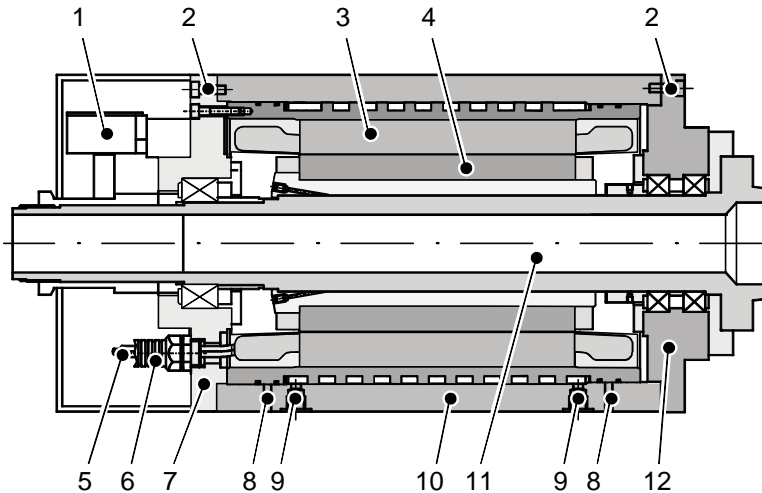

Fig. 21 Complete motor spindle
4. Complete the motor spindle (Fig. 21) as per the project.
4. Komplettieren der Motorspindel (Bild 21) gemäß Projekt.